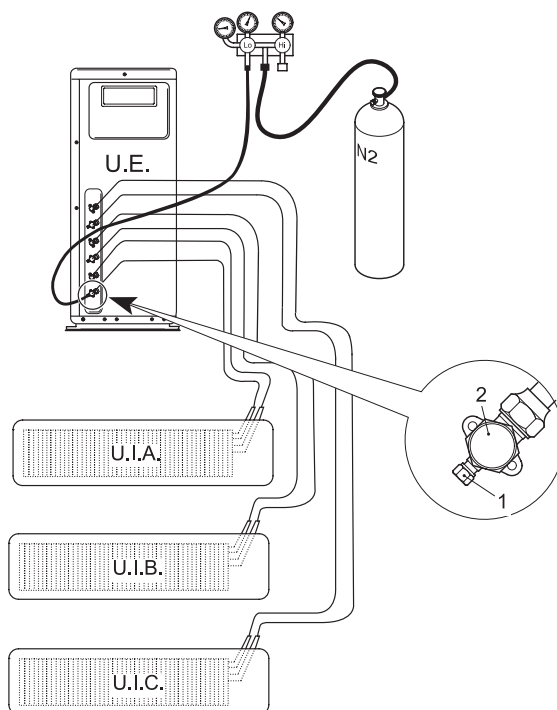

fig. 23 -
- Cu supapele de serviciu ale unității externe complet închise, scoateți dopul prizei de serviciu (1-"fig. 23 -") și duza (2-"fig. 23 -") supapei de gaz (cea mai mare)